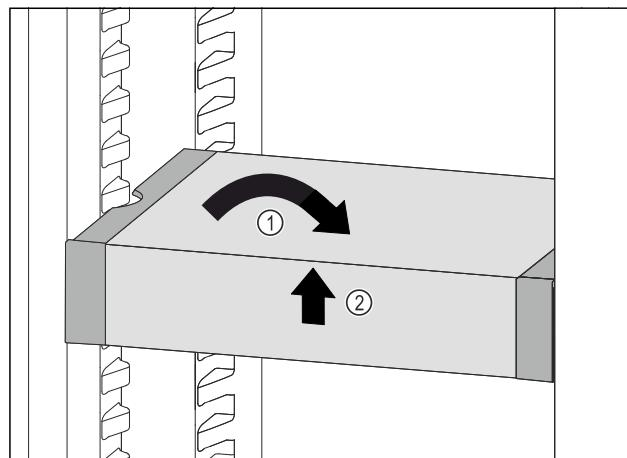

Fig. 130
- Изправете VarioSafe. Fig. 130 (1)
- Повдигнете VarioSafe отпред. Fig. 130 (2)